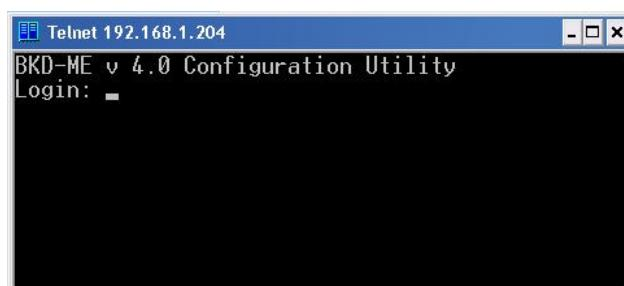

Рисунок 10 - Окно Telnet
4) При установлении соединения откроется следующее окно (рисунок 10).